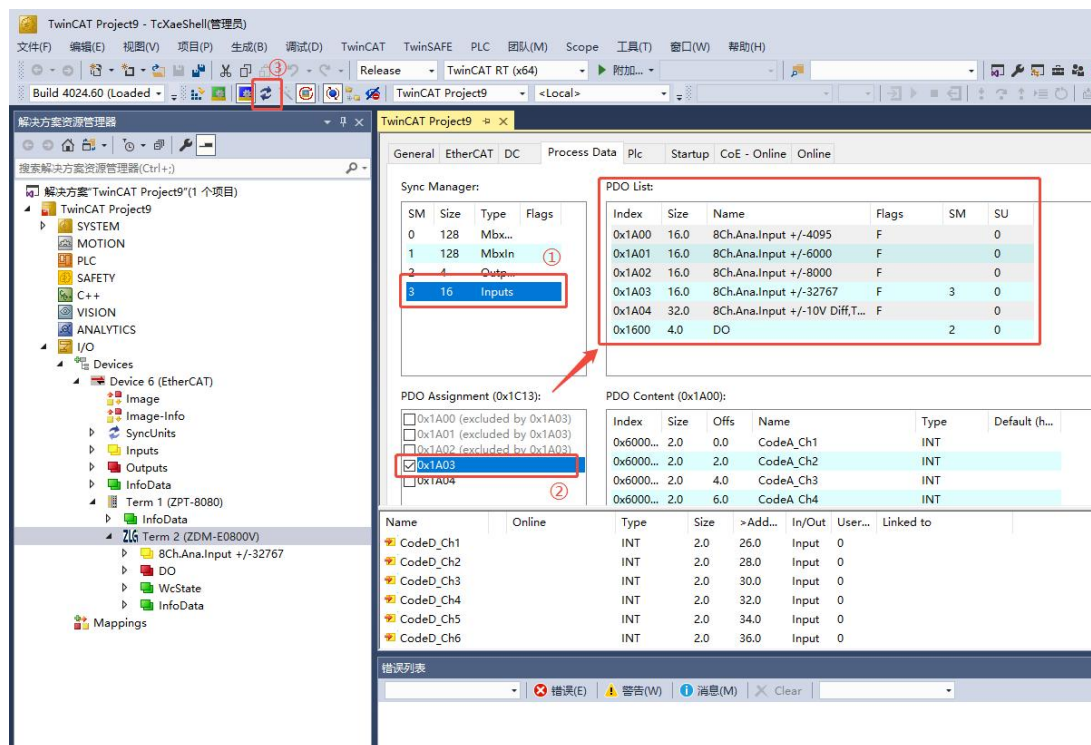

图 5-16 模拟量的数据格式设置页面
如图 5-16 所示，在“Process Data”选项页中，点击“Sync Manager”选项中的“①”，则可以看到“PDO Assignment (0x1C13):”有五个选项，分别对应“PDO List”的不同数据格式。例如，如需使用 16bit 的模拟量数据，则在“PDO Assignment (0x1C13):”中勾选“0x1A03”选项，然后点击一下刷新按钮“③”即可更新显示数据。